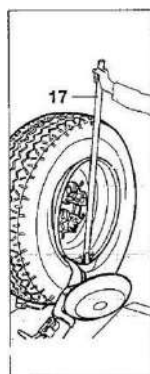

Рисунок 19
- б. Вращайте колесо и одновременно перемещайте крюк вперед, вставляя его между ободом и бортом, пока он не зацепится за борт (см. Рисунок 19).
- e. Вставьте монтажку (рычаг LA, поз.17, Рисунок 19) между ободом и бортом справа от инструмента.
- l. Вставьте монтажку (17, Рисунок 19) между ободом и бортом справа от инструмента.